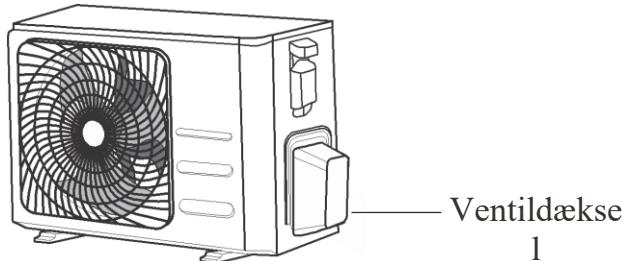

Fig. 5.9
- Fjern dækslet fra den skjulte ventil på siden af udendørsenheden. Se **fig. 5.9**.